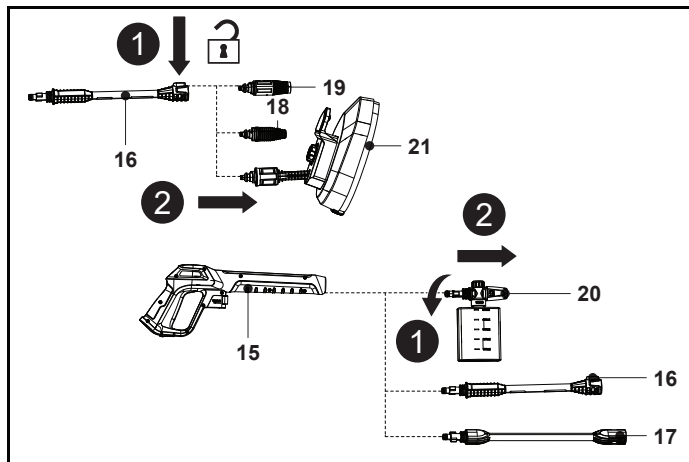

Fig. 19
1. Deconectează duza (18 / 19 / 21) de la extensia de lance (16) sau duza pentru recipientul cu detergent de spălare (20), extensia de lance (16), tija extensibilă (17) de la pistolul pulverizator (15) (fig. 19).